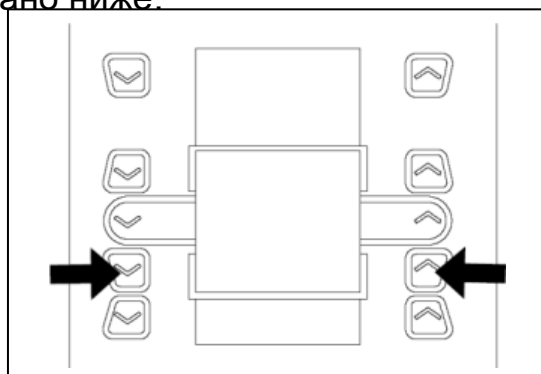
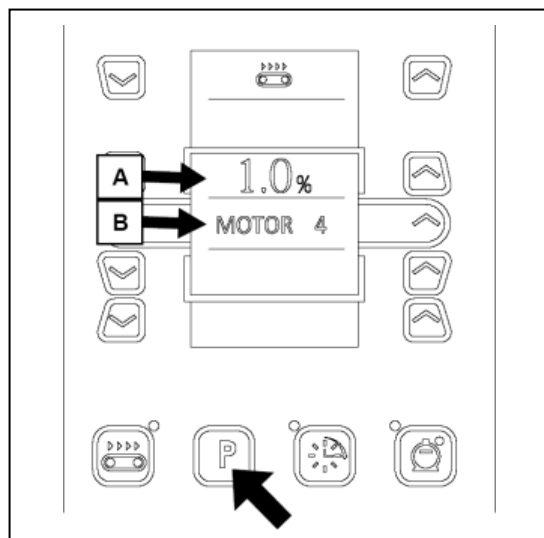

Рис. 16
Рис. 17
- При неактивной печи “ВЫКЛ.” нажмите и удерживайте в течение 3 секунд обе кнопки “увеличить и уменьшить значение” (рис. 16). На дисплее отобразится (рис. 17):
- С помощью кнопок "увеличить" и "уменьшить" установите желаемое значение, затем нажмите кнопку P для запоминания и выхода из процедуры настройки (рис. 17).